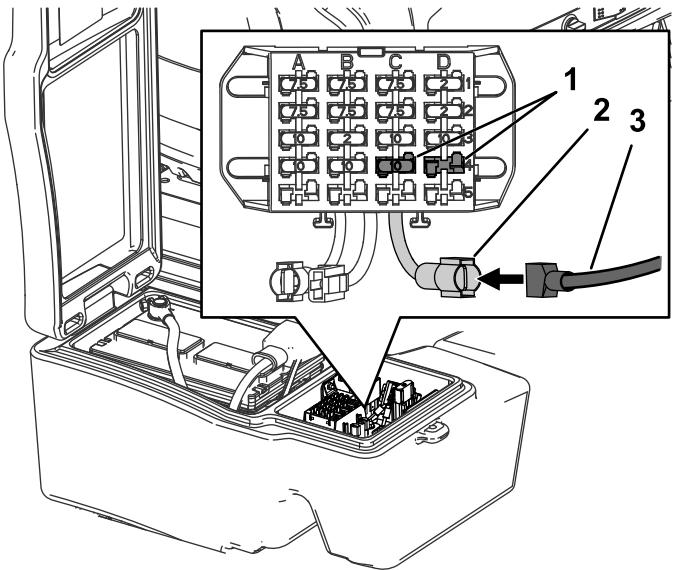

Bild 24
4. Stecken Sie die Anschlussklemme des Kabelbaums in das Hilfsstromkabel; fassen Sie den Sicherungsblock nicht an, wie in Bild 24 abgebildet.